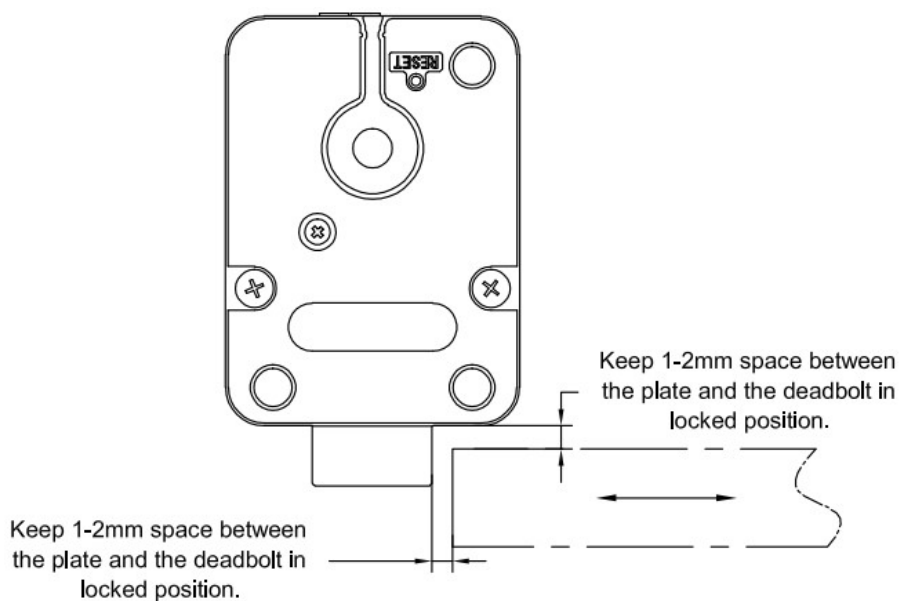

Fig. 8
5. Zwischen der Sperrfläche des Schloßriegels und dem Sperrpunkt des Riegelwerks ist ein Mindestabstand von 1-2 mm erforderlich, wenn das Riegelwerk des Tresors vollständig verriegelt ist. (Abb. 8) Ein blockierter Riegel kann nicht geöffnet werden.
2. Verwenden Sie die drei werkseitig mitgelieferten M6 Befestigungsschrauben, um das Schloß auf der Montageplatte zu befestigen. (Abb.8) Achten Sie darauf, dass zwischen der Sperrfläche des Schloßriegels und dem Sperrpunkt des Riegelwerks ein Abstand von mindestens 1-2 mm besteht. (Abb.8) Empfohlenes Anzugsmoment: 4,9 Nm. Wir empfehlen, die Schrauben mit flüssigem Schraubensicherungsmittel zu fixieren.